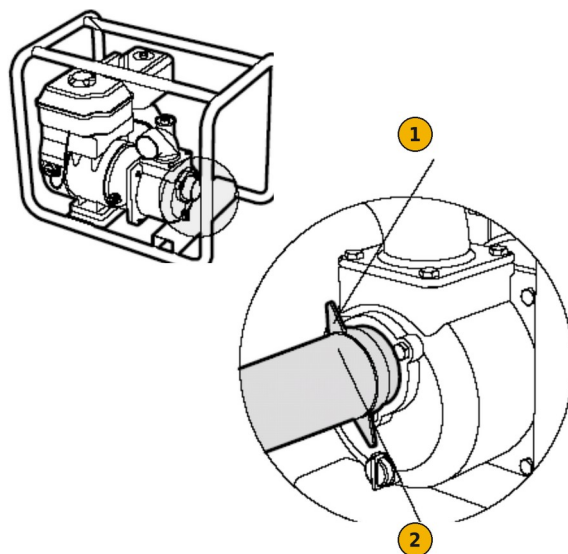

FIG. 7 — Raccordement du tuyau d'aspiration : 1 collier de serrage ; 2 tuyau
- 2) Emboîtez le tuyau sur l'embout cannelé et fixez-le avec un collier de serrage (FIG. 7).